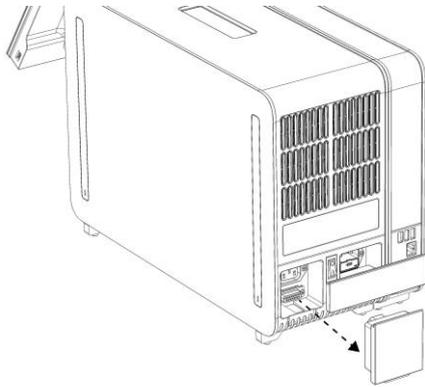

Figura 12. Retirada del puente de terminación.
- 1d. Retire el puente de terminación de la parte posterior del módulo analítico (figura 12, siguiente página).